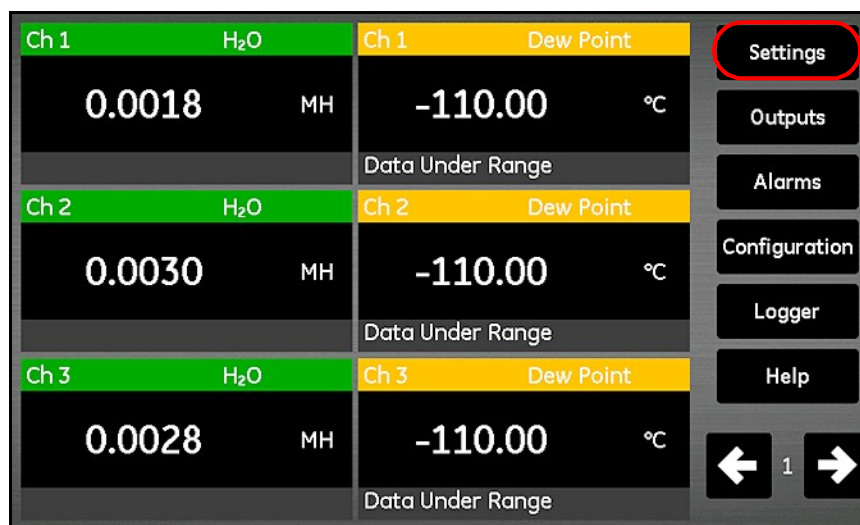

Figura 93: Botão Ajustes na Tela Principal
3. No menu principal, toque em **Ajustes** (veja a *Figura 93* abaixo).